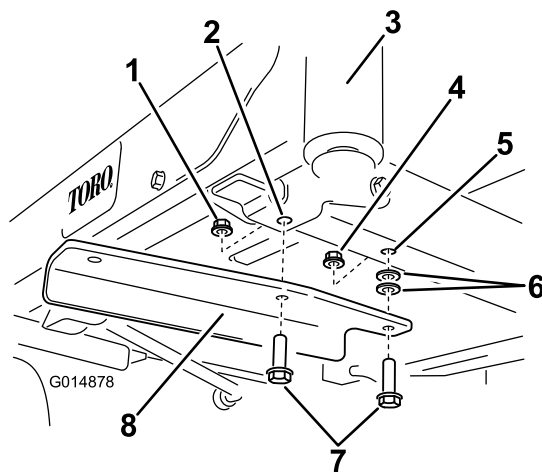

Figura 5
4. Instale o suporte esquerdo no lado inferior da estrutura utilizando os dois parafusos ($\frac{3}{8}$ x $1\frac{1}{4}$ pol.), duas anilhas e duas porcas de bloqueio ($\frac{3}{8}$ pol.) (Figura 5).